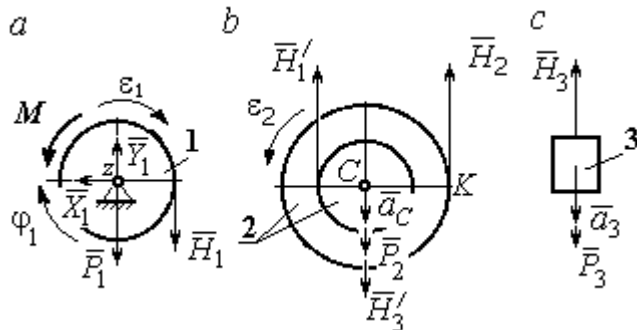

Рис. 5.25. Внешние силы и реакции связей, действующие на тела системы
2. Для решения задачи вторым способом – путём составления уравнений движения тел, входящих в состав механизма, освободим тела от связей и заменим их реакциями. На рис. 5.25 изображены силы и реакции, действующие на
Диск 2 (рис. 5.25, b) совершает плоскопараллельное движение. К нему приложена сила тяжести \vec{P}_2 и реакции нитей \vec{H}_1', \vec{H}_2 и \vec{H}_3' . Плоскопараллельное движение диска 2 описывается уравнением движения его центра масс в проекции на вертикальную ось и уравнением вращения диска вокруг оси, проходящей через центр масс перпендикулярно плоскости диска:
Груз 3 совершает поступательное движение. К нему приложены сила тяжести \vec{P}_3 и реакция нити \vec{H}_3 (рис. 5.25, c). Уравнение движения груза 3 в проекции на вертикальную ось, направленную в сторону его движения, имеет вид: